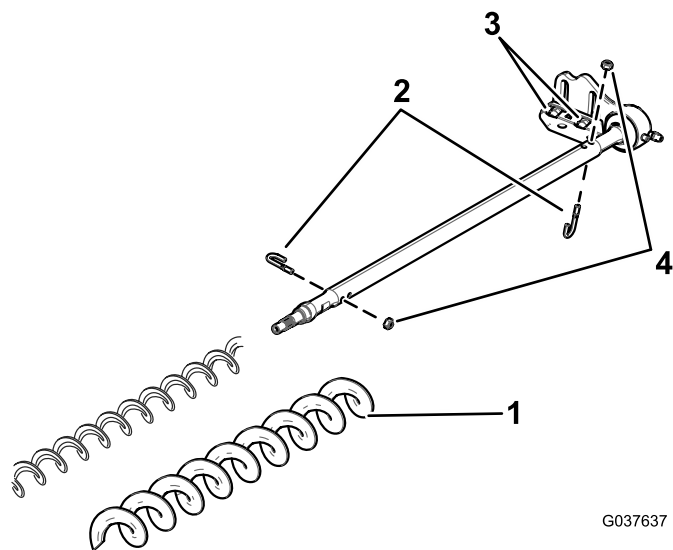

図 18
8. Jボルトのロックナットを 23N・m (0.20.3kg・m=20.25in-lb) にトルク締めする 図 18を参照。